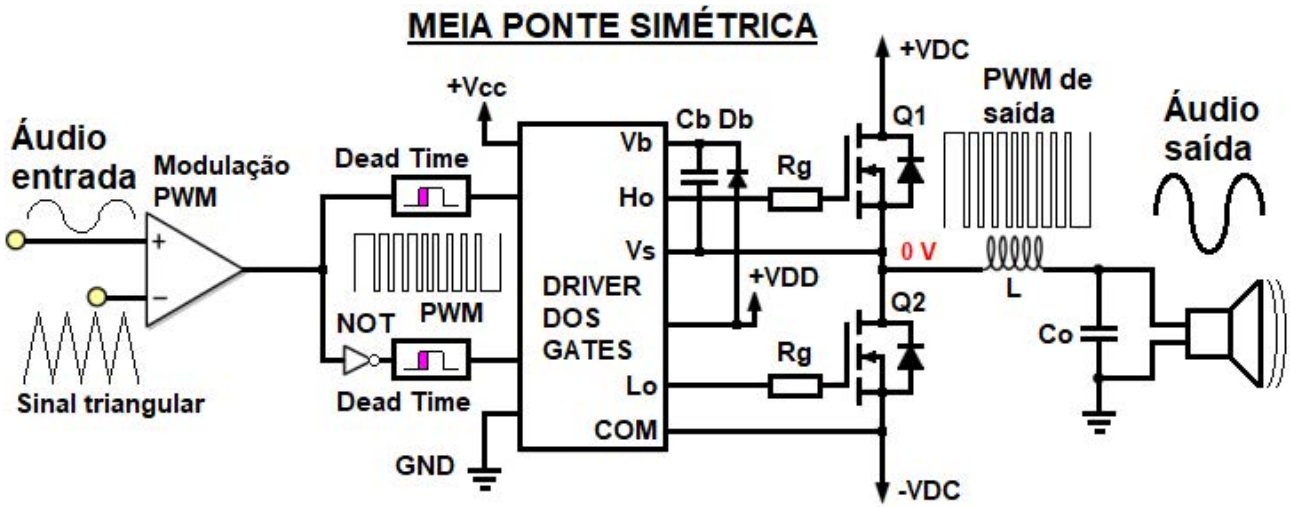

Figura 7
**SE simétrico** – É alimentado por duas fontes e não há necessidade do capacitor em série. (figura 7)